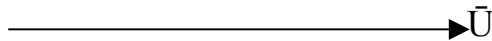

Рис. 4. Векторна діаграма.
- С учетом синусоидального напряжения, заданного в разд. 1 формулой (1), углов сдвига фаз  $\varphi_a$ ,  $\varphi_L$ ,  $\varphi_C$  и действующих значений токов  $I_a$ ,  $I_L$  и  $I_C$  (табл. 2, 3, 4) записать в разд. 2 (табл. 4) тригонометрические формулы для мгновенных значений токов  $i_a$ ,  $i_L$  и  $i_C$  (формулы 2, 3, 4).
- В масштабе  $m_i = 1 \text{ А/см}$  отложить на рис. 4 векторы токов  $I_a$ ,  $I_L$ ,  $I_C$